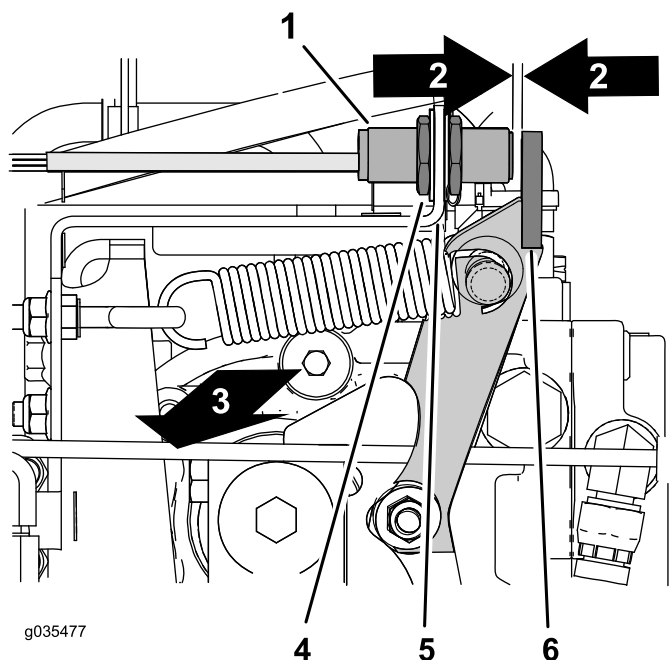

Bild 66
- Suchen Sie den Näherungssensor an der rechten, oberen Seite der Hydraulikpumpe (Bild 66).
- Kontrollieren Sie, dass der Halter des Näherungssensors nicht verbogen ist und dass die Kontrollleuchte an der Rückseite des Näherungssensors aufleuchtet (Bild 66).
2. Lösen Sie die Klemmmuttern auf beiden Seiten der Sensorhalterung (Bild 66).
3. Stellen Sie die Klemmmuttern so ein, dass zwischen dem Näherungssensor und dem Flansch des Leerlaufarms ein Spalt von 2,5 bis 3,6 mm besteht (Bild 66).
4. Ziehen Sie die Klemmmuttern fest (Bild 66).